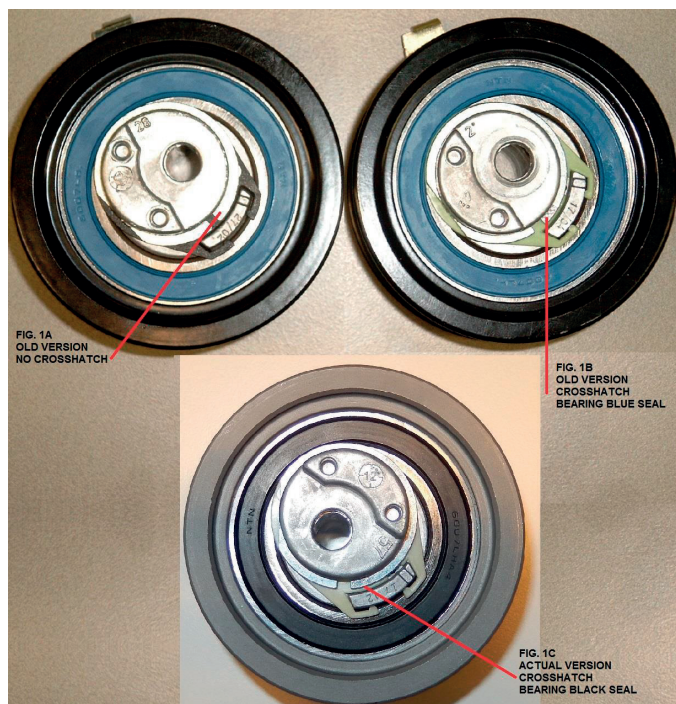
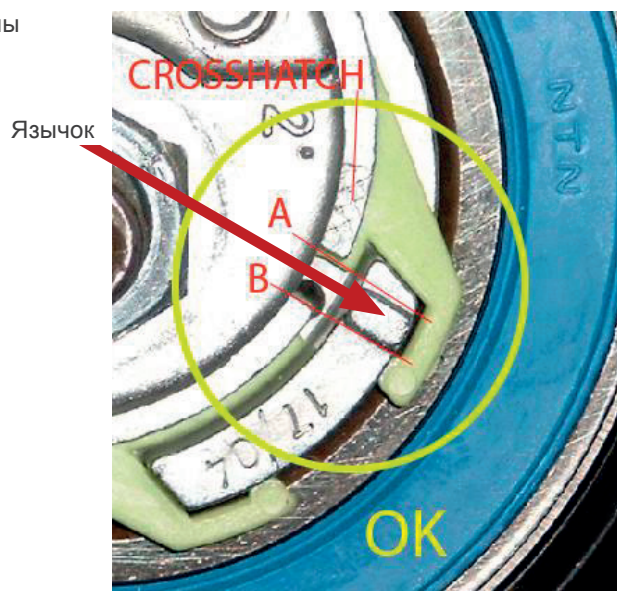

РИС. 1
РИС. 4
Как можно увидеть из рис. 1, в отличие от предыдущих двух поколений (1B + 1C) на этот натяжитель нанесена штриховка (CROSSHATCH) для индикации износа ремня (см. также рис. 4). По этому участку можно определить износ ремня и необходимость его замены.
7. С помощью специального инструмента поверните приспособление для регулировки натяжителя по часовой стрелке, пока язычок не займет нужное положение, как показано на рис. 4. Если натяжитель повернут слишком сильно, как показано на рис. 7, полностью поверните обратно приспособление для регулировки и повторите процедуру с начала.
12. Проверьте, можно ли аккуратно расположить блокирующие приспособления таким образом, чтобы указатель натяжителя должен был в положении, указанном на рис. 4. Если это невозможно, начните процедуру регулировки натяжителя заново.